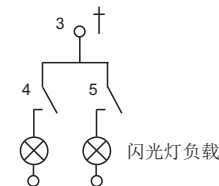

图3
备注: (1) 表中的灯负载指的是非闪光灯负载, 当用于闪光灯负载时, 须按图3极性要求接线, 并须采用特殊AgSnO₂触点, 订货标记中客户特性号为(170);
(2) 触点接线图如下所示: